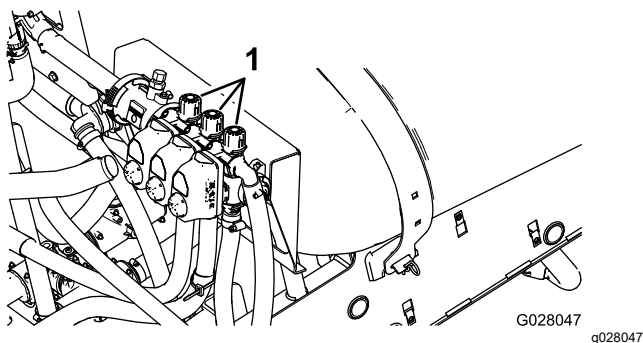

Figura 85
2. Desactive el interruptor de la sección izquierda y ajuste la válvula de desvío de la sección izquierda (**Figura 85**) hasta que la presión marcada coincida con el valor previamente ajustado (típicamente 2.75 bar / 40 psi).
4. Ajuste la válvula de desvío de la sección derecha (**Figura 85**) hasta que la presión marcada coincida con el valor previamente ajustado (típicamente 2.75 bar / 40 psi).
6. Ajuste la válvula de desvío de la sección central (**Figura 85**) hasta que la presión marcada coincida con el valor previamente ajustado (típicamente 2.75 bar / 40 psi).